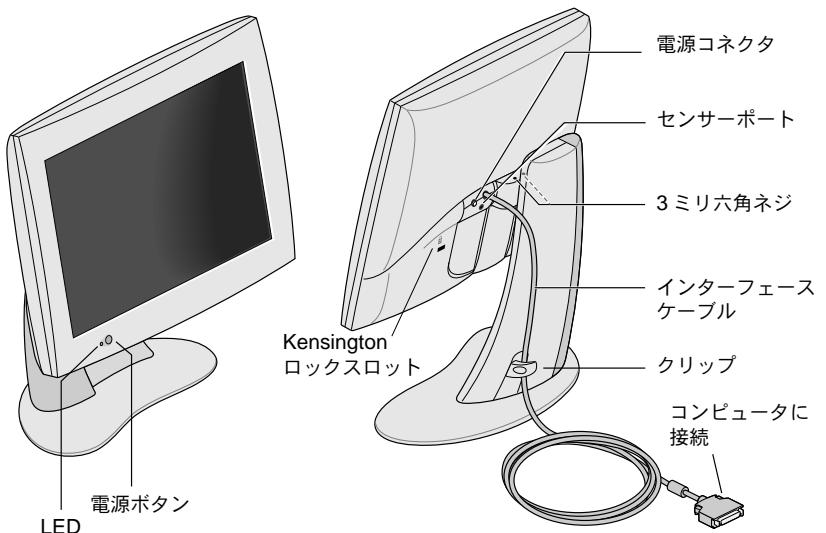

図 1-1 フラットパネルモニタの正面および背面
フラットパネルモニタの各部について理解しておく必要があります。図 1-1 はモニタの各部名称を示しています。
2. フラットパネルモニタのインターフェイスケーブルをコンピュータの正しいコネクタに接続します(図1-1参照)。コンピュータのユーザーズガイドも参照してください。
3. インターフェイスケーブルをスタンドの背面にあるクリップに引っかけます(図1-1参照)。
フラットパネルモニタの電源を投入するには、正面にある電源ボタンを押します。この電源ボタンの位置については、図 1-1 を参照してください。システムからモニタに信号が送信されると、電源ボタンの隣にある LED ランプが緑色に点灯します。
フラットパネルモニタの電源を切断するには、モニタ正面の電源ボタンを押します（図 1-1 参照）。数時間以上モニタから離れる場合は、モニタの電源を切断してください。モニタのバックライトランプの寿命をかなりのばすことができます。
フラットパネルモニタにはセンサーポートが装備されています。このセンサーポートは、直径 3.5 mm のジャックで、電源コネクタとインターフェイスケーブルの下にあります（図 1-1 参照）。